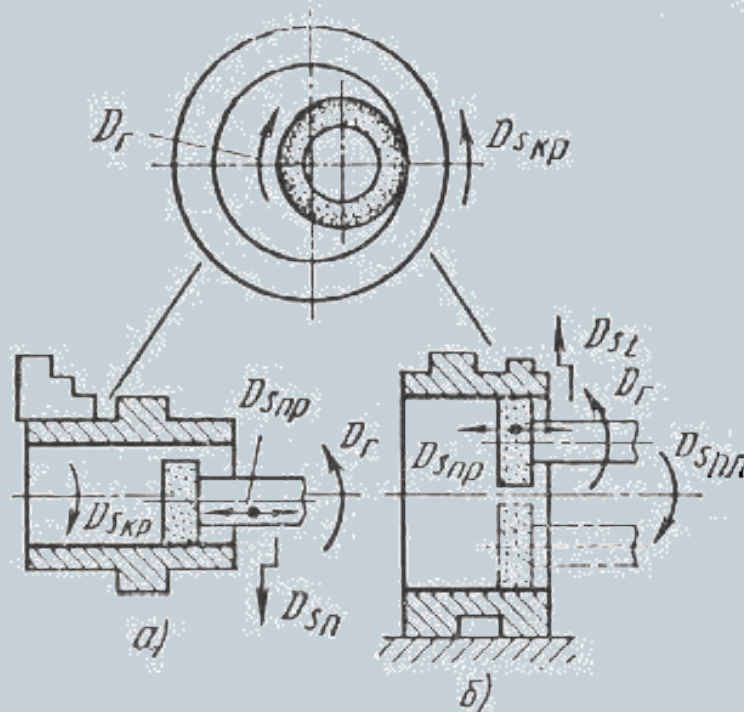

Рисунок 11- схема обработки внутреннего шлифования
Внутреннее шлифование выполняют двумя методами (рисунок 11).
- При шлифовании с продольным движением подачи (рисунок 11, а) заготовки закрепляют в трехкулачковом патроне. Отверстия шлифуют на всю их длину либо часть длины, когда необходимо обрабатывать лишь определенные участки. На внутришлифовальных станках обрабатывают также внутренние торцовые, фасонные и конические поверхности.
- Планетарное шлифование (рисунок 11, б) применяют при обработке заготовок больших размеров. Заготовка неподвижно закрепляется на столе станка, шлифовальный круг вращается не только вокруг своей оси, но и вокруг оси отверстия, т. е. совершает планетарное движение, что аналогично круговому движению подачи. Периодически круг перемещается в радиальном направлении на глубину резания.